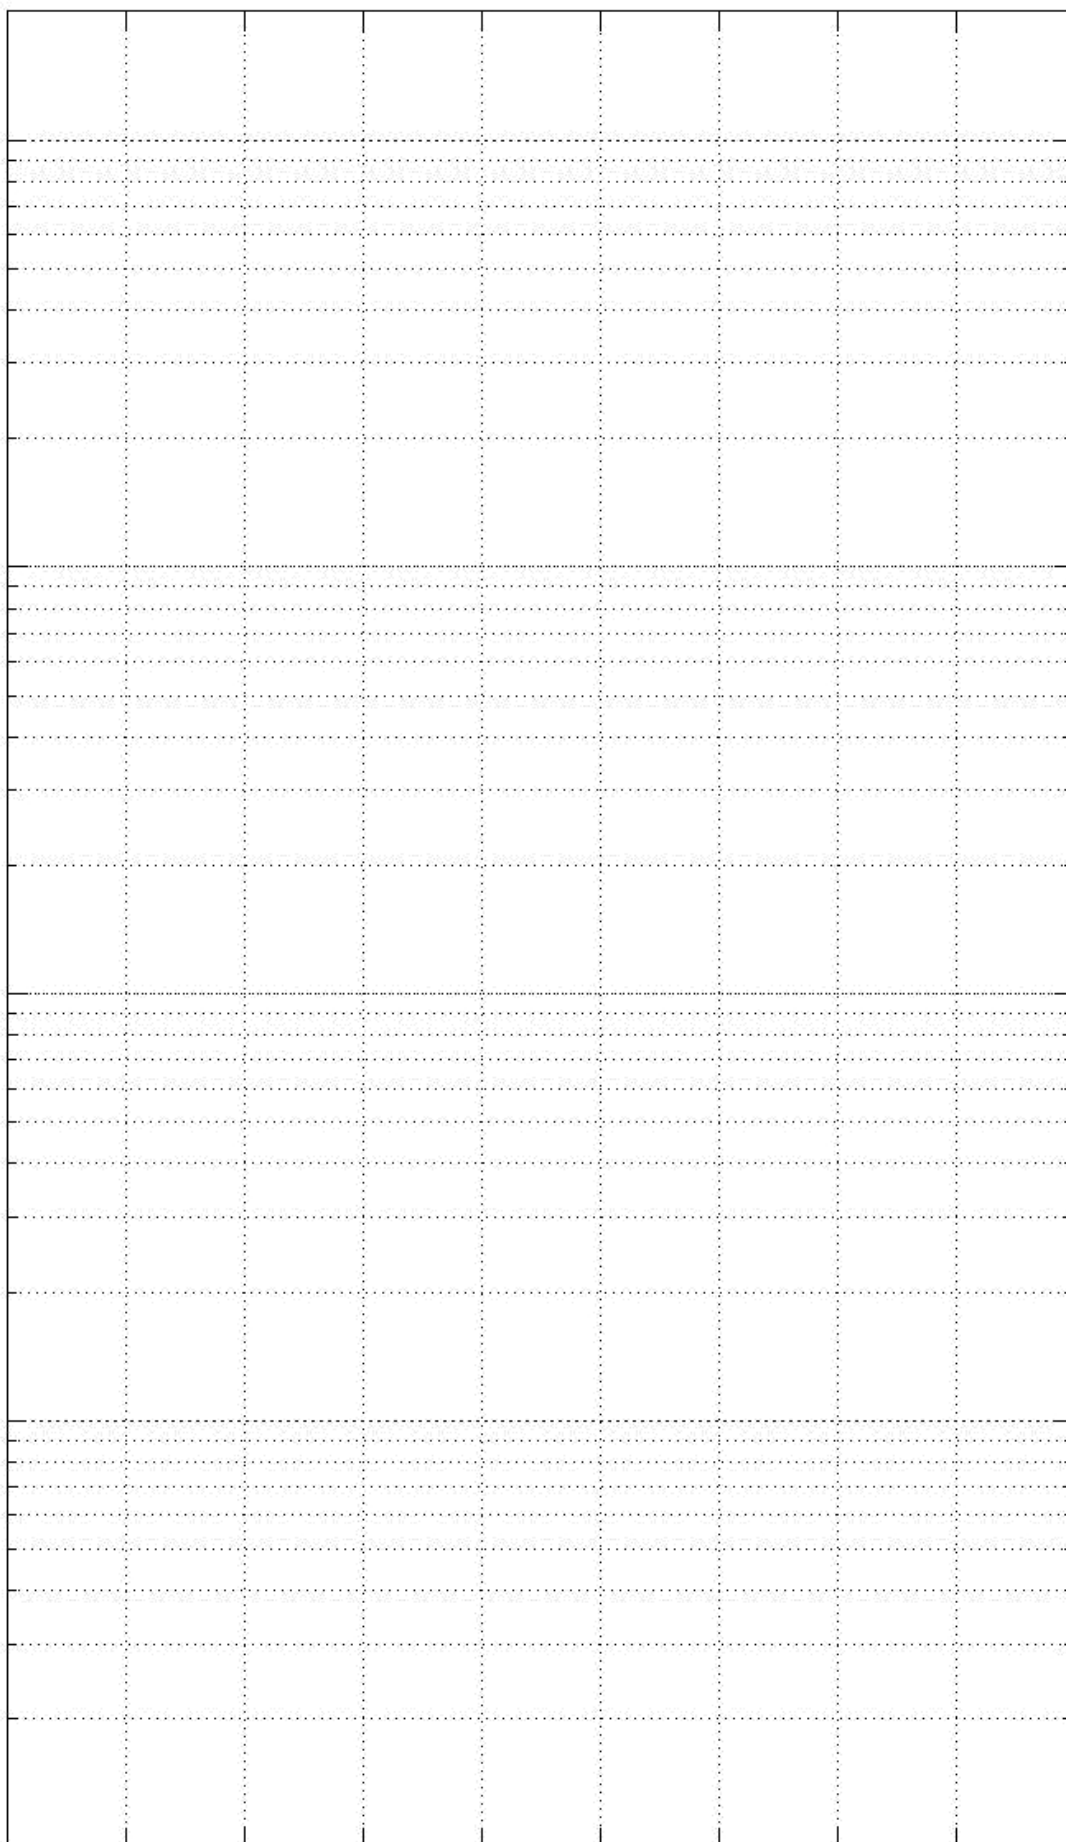

Figura 13
- La seconda misura prevede invece di usare il generatore di funzioni come generatore di tensione continua variabile e di tracciare sul grafico semilogaritmico di Figura 13 (oppure in una tabella) l'uscita per valori di tensione continua in ingresso compresi tra 10 mV e 2 V.